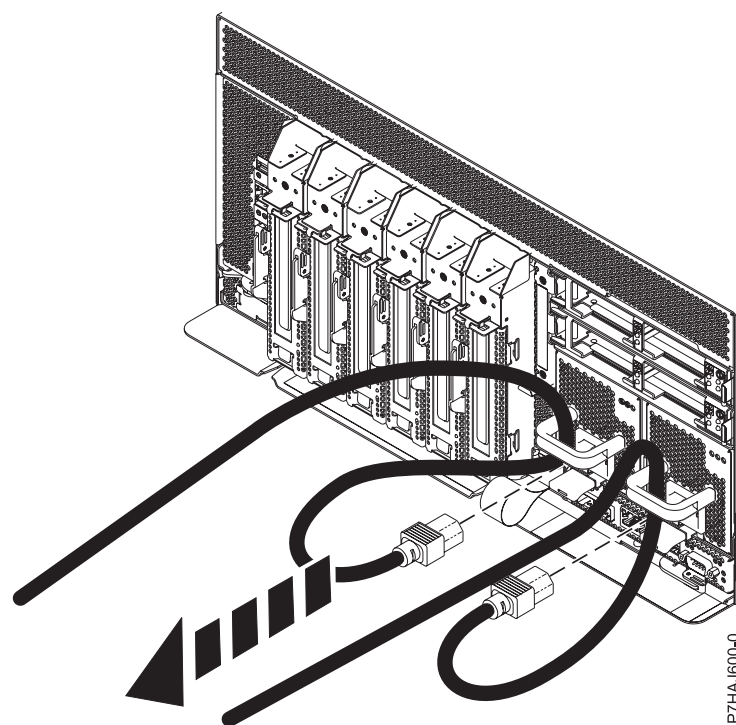

Figura 33. Extracción de los cables de alimentación
3. Desconecte los cables de alimentación de la unidad del sistema en Figura 33.